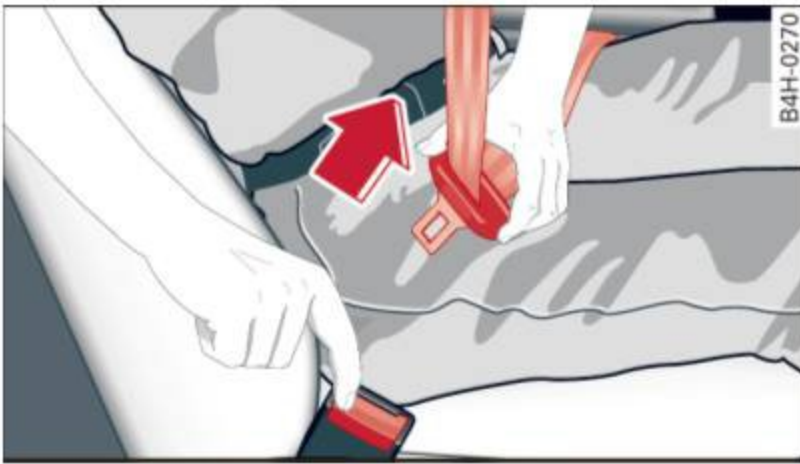

Fig. 151 Dégagement de la languette de la boucle
- ▶ Appuyez sur le bouton de déverrouillage rouge sur la boucle ⇒ fig. 151. La languette de la ceinture sera éjectée de la boucle ⇒ ⚠.